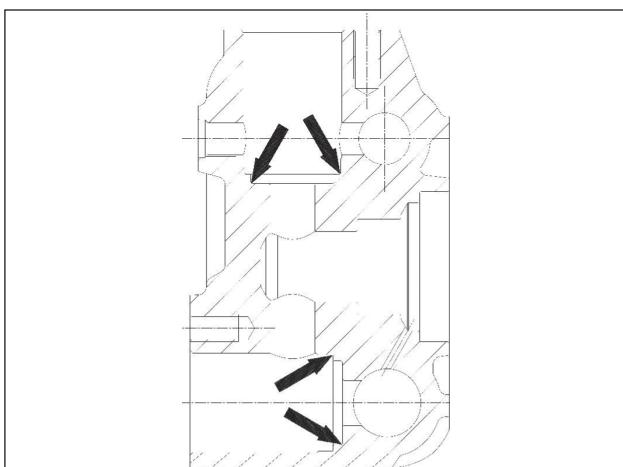

Рис. 18
**!** Перед тем как устанавливать клапанные узлы обратно на место, хорошо очистите и высушите соответствующие посадочные места в торце, как показано на Рис. 18.